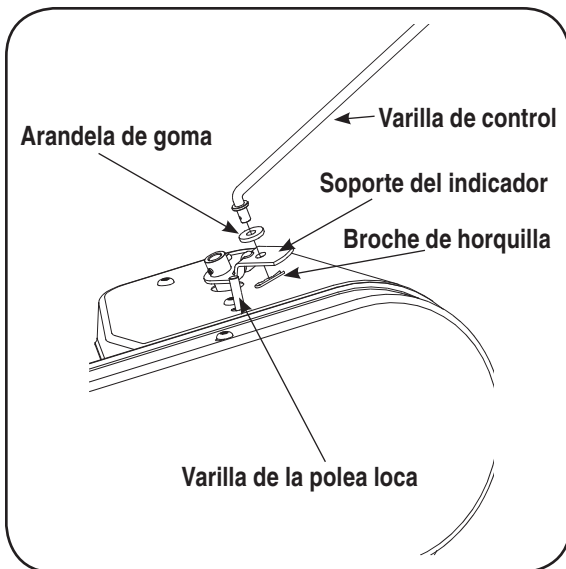

Figura 3-5
- Inserte el extremo más corto, (en ángulo) de la varilla de control dentro del soporte del indicador de la cubierta de cambios y asegure con el broche de horquilla que quitara anteriormente. Vea la Figura 3-5.